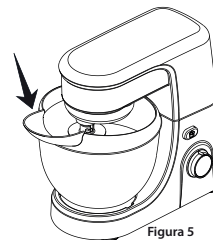

Figura 5
- Para auxiliar no preparo, pode-se utilizar o dosador. (Figura 5)